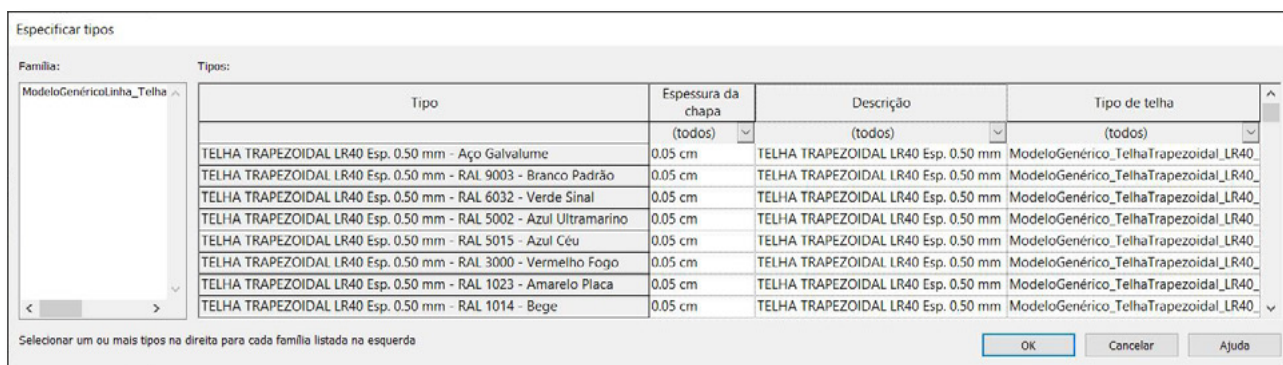

Figura 36 – Tipos da família “ModeloGenéricoLinha_TelhaTrapezoidal_LR40_ArcelorMittal-Perflor.rfa”.
- Na janela “Especificar tipos”, mantendo a tecla Ctrl pressionada, clique nas variações (tipos) da família que deseja carregar no projeto e clique OK (Figura 36);